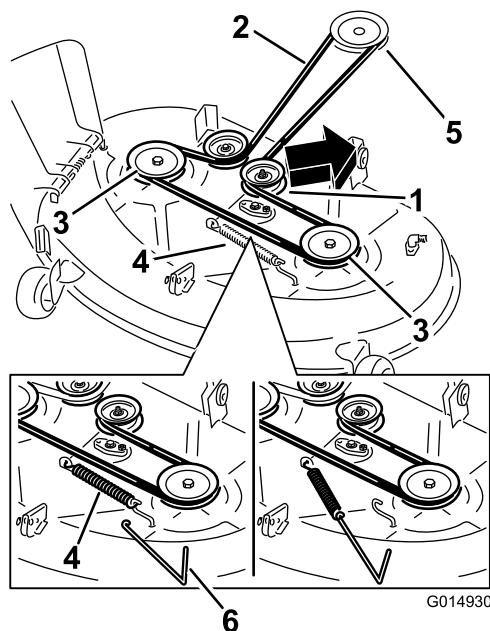

Bild 68
4. Entfernen Sie die Spannscheibenfeder mit einem Werkzeug zur Federentfernung vom Mähwerkrahmen, um die Spannung von der Spannscheibe zu nehmen, und rollen Sie den Riemen von den Spannscheiben (Bild 68).
5. Verlegen Sie den neuen Riemen um die Motor- und Mähwerkriemenscheiben (Bild 68).
6. Setzen Sie die Spannscheibenfeder mit einem Werkzeug zur Federentfernung auf den Mähwerkshaken, um die Spannscheibe und den Mähwerkriemen zu spannen (Bild 68).